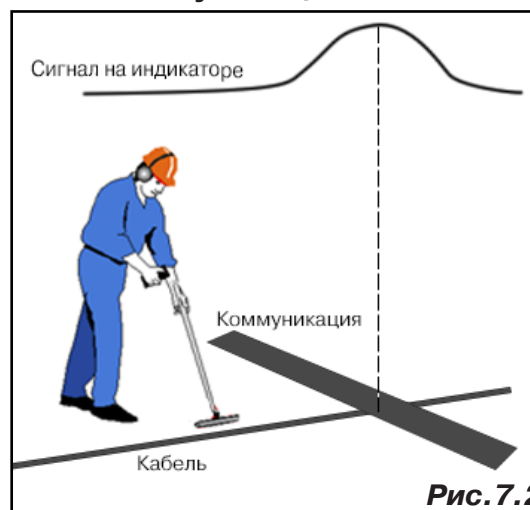

Рис. 7.2
3. Расположить корпус электромагнитного датчика над трассой кабеля параллельно трассе (уровень сигнала на индикаторе приемника будет близок к нулю) (рис. 7.2). Провести трассопоиск в соответствии с методом максимума. При прохождении по трассе место пересечения кабеля с коммуникациями определяют по максимальному сигналу.